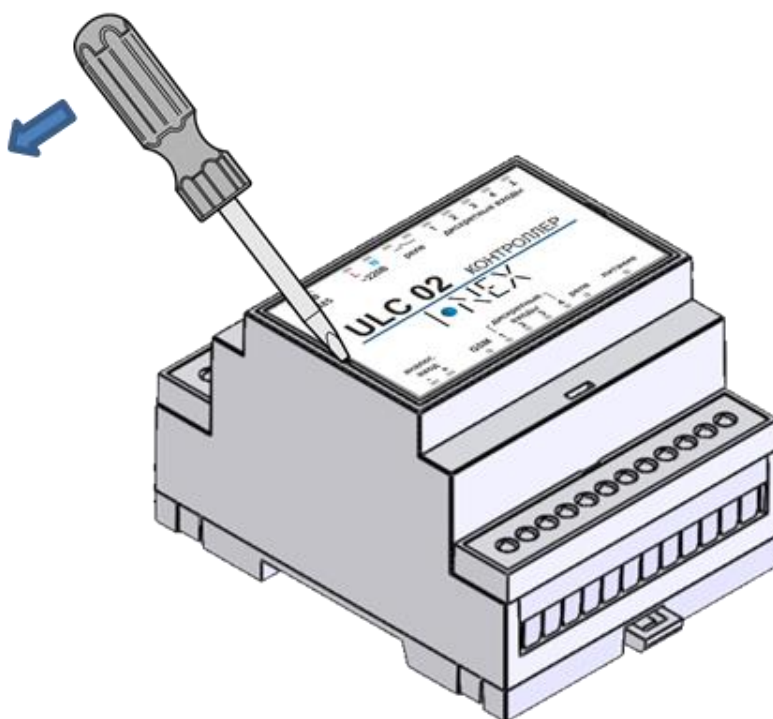

Рисунок 4
8.8.1. Пользователю необходимо приобрести SIM-карту с предоставленными статическим IP адресом и услугами «VPN-получение данных» и «VPN-передача данных». Активированная SIM-карта устанавливается в слот (поз. 2, Рисунок 4) на плате ПЛК под верхней крышкой. Чтобы открыть доступ к слоту, необходимо с помощью тонкой шлицевой отвертки вывести зацепы крышки из отверстий на верхней панели (Рисунок 4) и, потянув на себя, аккуратно снять верхнюю крышку.